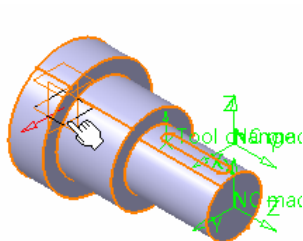

图 7-115 创建安全平面 (2)
- 单击 Safety plane 按钮，系统提示“Select a planar face or point to define the safety plane”，选择 XY 平面，系统创建安全平面 (2) 如图 7-115 所示。